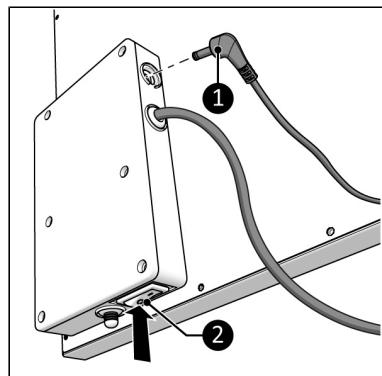

Figure 71.
1. Säkerställ att PÅ/AV-knappen befinner sig i Avstängt läge (Figure 71, pos. 2).
2. Anslut den externa temperatursensors kontakten (Figure 71, pos. 1) till sensorpluggen.